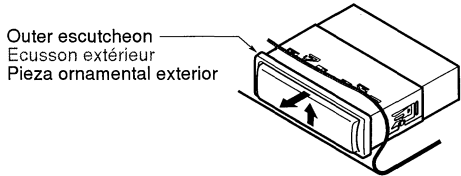

Figure 9 / Figure 9 / Figura 9
3. Press the outer escutcheon upward and remove it. (Figure 9)
3. Presser l'écusson extérieur vers le haut et le retirer. (Figure 9)